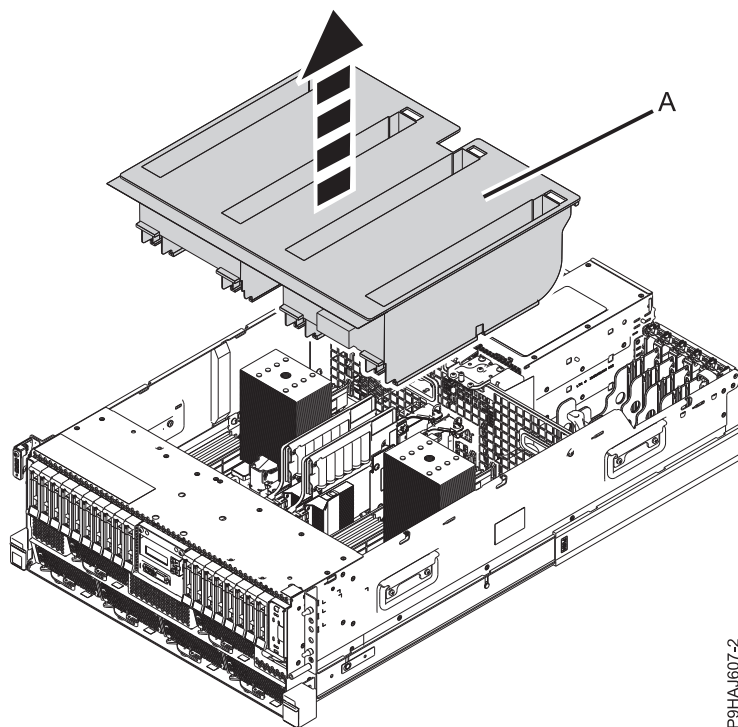
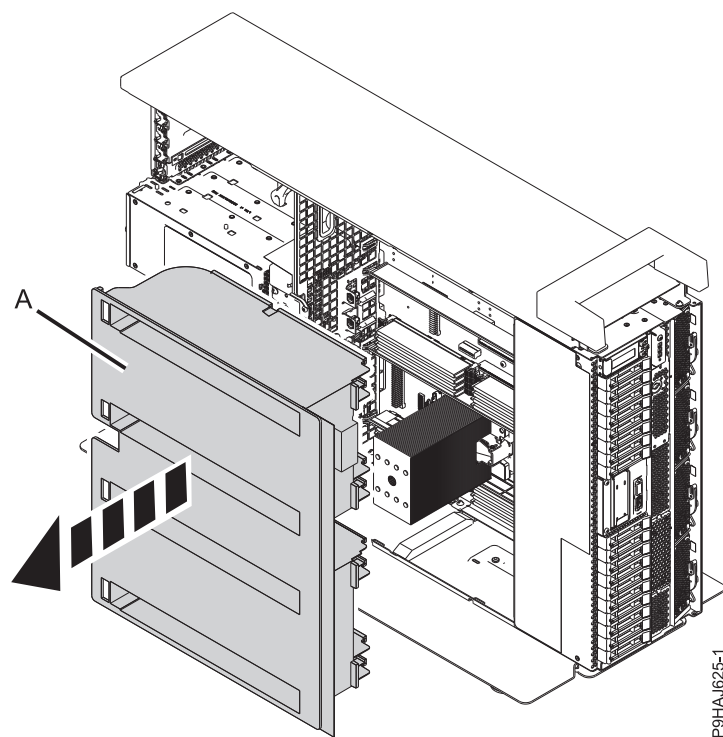

Figura 34. Extracció del deflector d'aire d'un sistema muntat en bastidor
Figura 35. Extracció del deflector d'aire d'un sistema autònom
2. Per un sistema muntat en bastidor, aixequen el deflector d'aire (A) tal com es mostra a Figura 34 a la pàgina 50. Per un sistema autònom, traieu el deflector d'aire (A) tal com es mostra a Figura 35 a la pàgina 50.